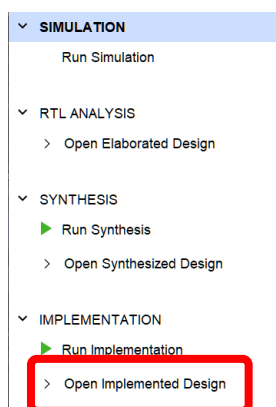

図 11.42 FPGA への実装の手順 9
11) 「Open Implemented Design」を選択する (図 11.42)。